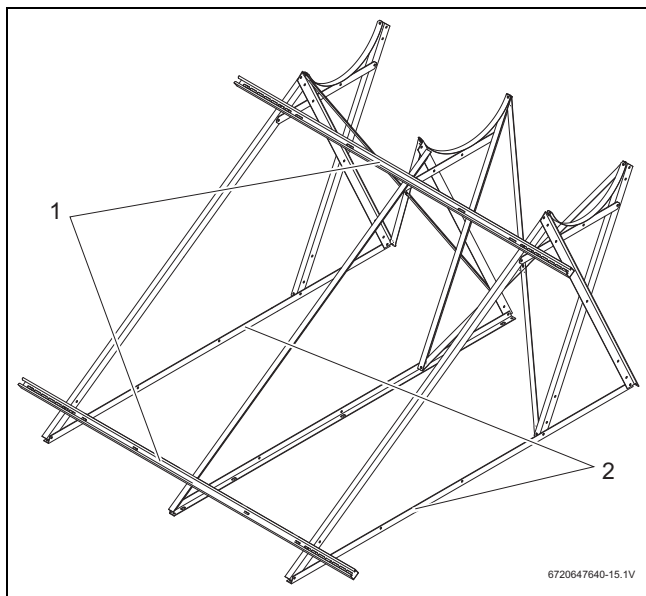

Fig. 24 Unir soporte transversal
- Atornillar los perfiles cubierta plana/tejado inclinado (Fig. 24, [1]), por arriba y por abajo, a los perfiles de soporte del colector.
- Alinear los perfiles de soporte inferiores (Fig. 24, [2]) de forma que queden paralelos.